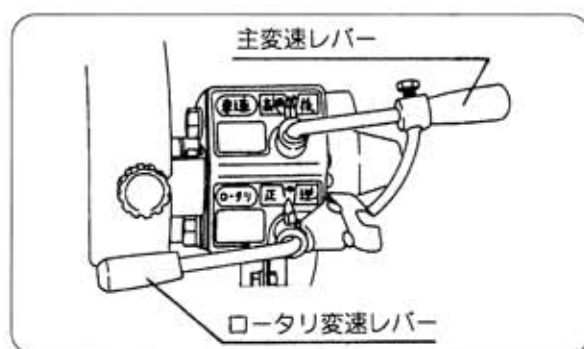

図25
1) 走行変速レバー (図25)
2) ロータリー変速レバー (図25)